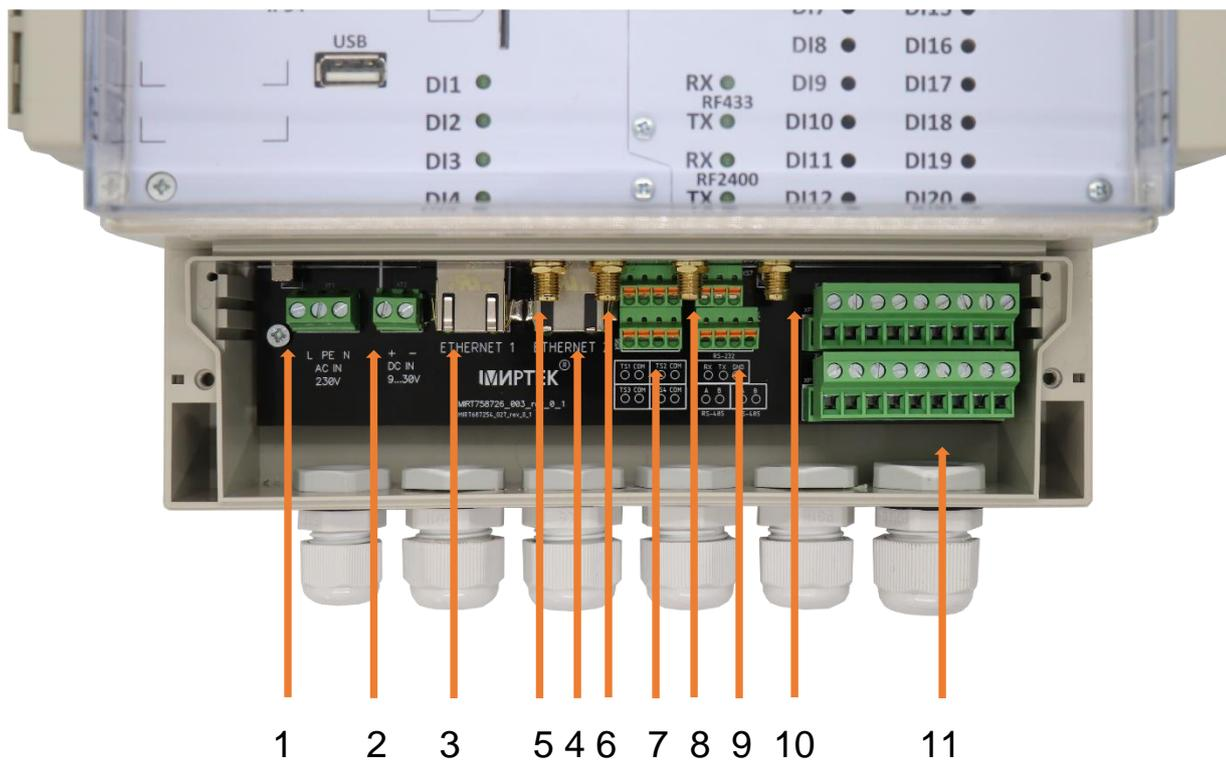

Рис.3
3.3.8 Расположение контактов и разъемов монтажного блока УСПД приведено на рис.3.